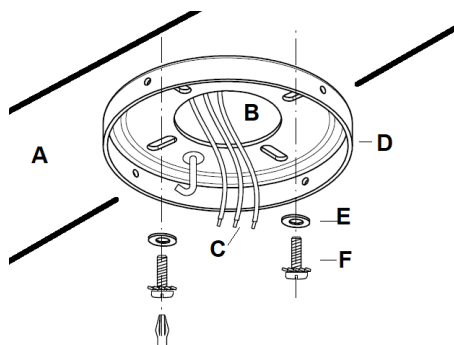

Fig. 5
Pase los cables de alimentación eléctrica (C) de la caja de salida del techo (B) a través del centro del soporte de armado en el techo (D). Instale el soporte de armado en el techo (D) en la caja de salida (B) con los tornillos de armado (F) suministrados con la caja de salida y las arandelas (E) incluidas con el ventilador. **Fig. 5**